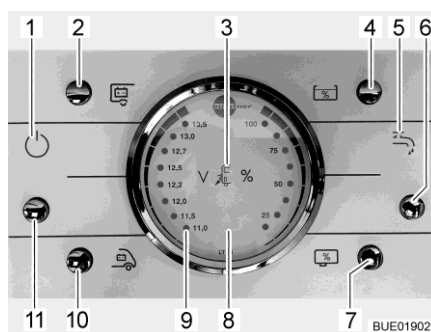

Bild 121 Panel LT 96
Knappen (Bild 121,11) kopplar till och från panelen och 12 V-försörjningen till bodelen.
Slå på: ■ Tryck på knappen (Bild 121,11): 12 V-försörjningen för bodelen är påslagen. Kontrollampan (Bild 121,1) lyser.
Slå från: ■ Tryck på knappen (Bild 121,11): 12 V-försörjningen för bodelen är avstängd. Kontrollampan (Bild 121,1) slocknar.
På instrument V/Tank (Bild 121,8) beakta vänstra skalan. Instrumentet belyses automatiskt, så snart en knapp trycks.
Indikeringar: ■ Tryck på knappen (Bild 121,10): Startbatteriets spänning visas.
■ Tryck på knappen (Bild 121,2): Bodelsbatteriets spänning visas.
På instrumentet V/tank kan vattennivån och avloppsvattennivån avläsas. På instrument V/Tank (Bild 121,8) beakta den högra skalan. Instrumentet belyses automatiskt, så snart en knapp trycks.
- Tryck på knappen (Bild 121,4): Vattenvolymen visas.
- Tryck på knappen (Bild 121,7): Avloppsvattenvolymen visas.
Slå på: ■ Tryck på knappen (Bild 121,6): Vattenförsörjningen är aktiverad. Kontrollampa vattenpump (Bild 121,5) tänds.
Slå från: ■ Tryck på knappen (Bild 121,6): Vattenförsörjningen är avstängd. Kontrollampa vattenpump (Bild 121,5) släcks.
Den röda varningslampan "ALARM" (Bild 121,9) blinkar så snart spänningen i bodelsbatteri har sjunkit till under 11 V (mätning under pågående drift) och risk för djupurladdning föreligger.
Kontrollampan 12 V (Bild 121,1) lyser då huvudbrytaren 12 V (Bild 121,11) är inkopplad.
230 V-kontrollampan (Bild 121,3) lyser när nätspänningen ligger på elblockets ingång.